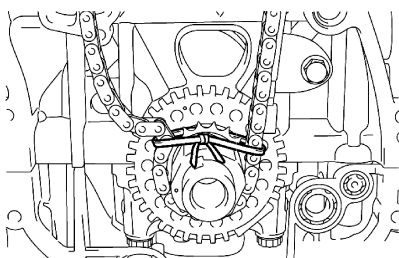

图 1-173 系绳固定正时链
④ 在曲轴正时链轮上系一根绳子以确保链条牢固，见图 1-173。
⑤ 使用进气凸轮轴的六角部位，用扳手逆